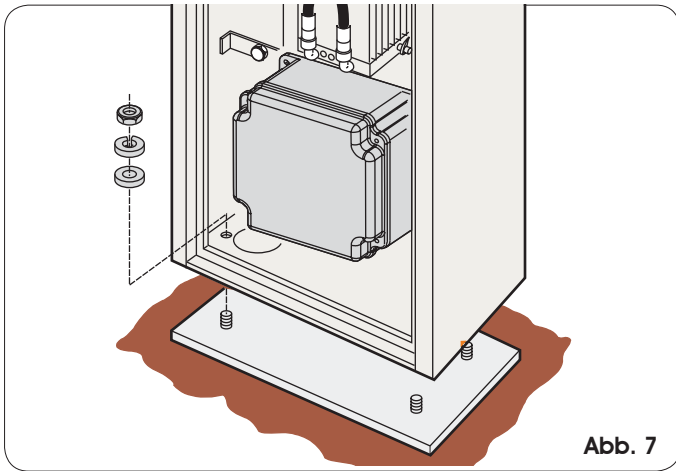

Abb. 7
- 1) Den Pfosten mit den vier im Lieferumfang enthaltenen Schrauben (Abb. 7) auf der Fundamentplatte befestigen und die Konfiguration der Schranke (siehe Abbildung 6) prüfen. Die Klappe des Pfostens muss normalerweise ins Innere des von der Schranke abgeschlossenen Bereichs gerichtet sein.